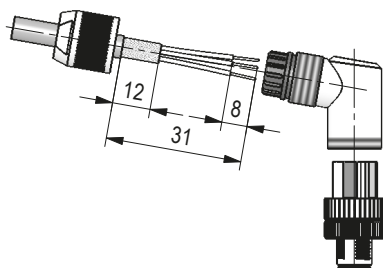

Abb. 18: Gegenstecker M12 gewinkelt
**Montage (Abb. 18)**
### Ändern der Winkelstellung (Abb. 18)